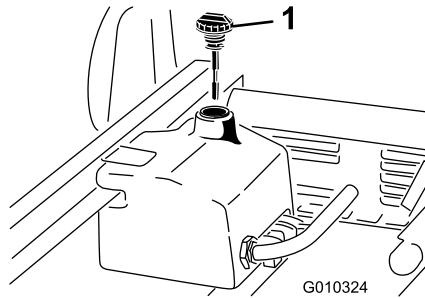

图65
- 清洁液压油箱加油颈和油箱盖周围的区域 (图65)。
- 从加油颈中取出量油尺 图65 用干净的抹布擦拭。